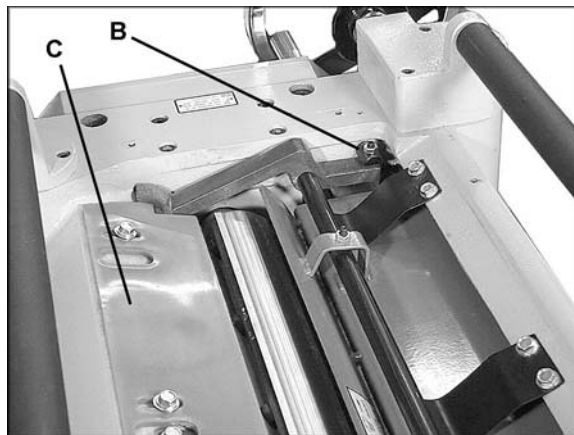

Figura 29
3. Cuando la barra de presión haga contacto con el bloque calibrador, ajuste ambas tuercas de bloqueo (B, Figura 29).